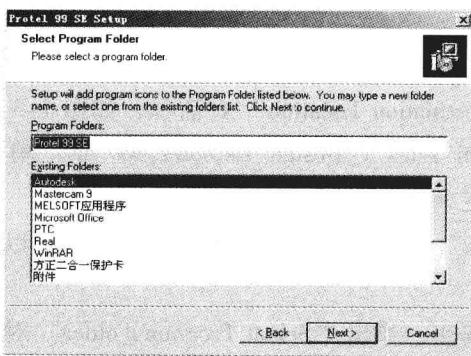
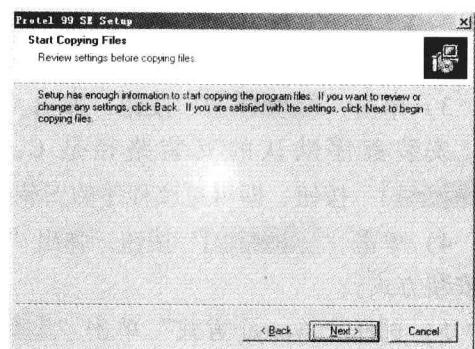

图 1-5 “Select Program Folder” 对话框
图 1-6 “Start Copying Files” 对话框
5) 选择“Typical 方式”单击“**Next >**”按钮，弹出“Select Program Folder”对话框，如图 1-5 所示，单击“**Next >**”按钮，进入图 1-6 所示的“Start Copying Files”对话框，继续单击“**Next >**”按钮，弹出图 1-7 所示的“Setup Starts”对话框，开始安装软件，安装完成后，弹出“Setup Complete”对话框，单击“**Finish**”按钮，软件安装成功，